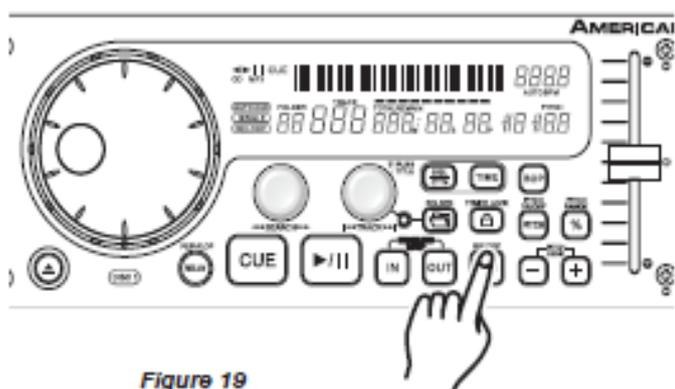

Figure 19
3) Appuyez sur le **BOUTON OUT (16)** pour définir le point final de votre **BOUCLE PARFAITE** (Figure 19). Les LED du **BOUTON IN (17)** et le **BOUTON OUT (16)** commencent immédiatement à clignoter rapidement, indiquant que le mode **BOUCLE PARFAITE** a été activé.
REJOUER LA BOUCLE : La fonction **RELOOP (15)** vous permet de revenir à tout moment à votre boucle stockée. Les LED du **BOUTON IN (17)** et du **BOUTON OUT (16)** indiquent qu'une boucle est stockée en mémoire, et peut être lue à tout moment. Pour rejouer la boucle, appuyez sur le **BOUTON RELOOP (15)**. Les LED du **BOUTON IN (17)** et du **BOUTON OUT (16)** vont à nouveau commencer à clignoter indiquant que le mode BOUCLE PARFAITE a été activé (Figure 19) et votre boucle stockée va être lue immédiatement.
Remarque : Seul le point de fin de boucle peut être modifié. Vous pouvez raccourcir ou rallonger votre boucle. Avant de pouvoir modifier votre boucle parfaite, vous devez de toute évidence, créer une boucle parfaite à modifier. Si vous n'avez pas créé une BOUCLE PARFAITE, suivez les instructions de l'étape 9 pour en créer une. Si une BOUCLE PARFAITE a déjà été créée, appuyez sur le bouton **RELOOP (15)** pour activer votre BOUCLE PARFAITE (Figure 19), si elle n'est pas déjà activée. Pour modifier le point de fin de votre seamless loop :